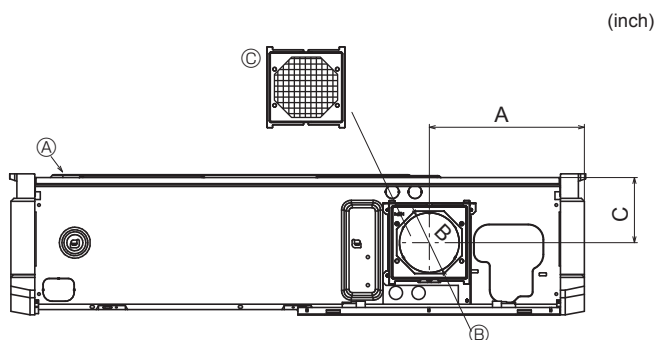

Fig. 3-4
3.2.4. Ouverture d'admission d'air frais (Fig. 3-4)